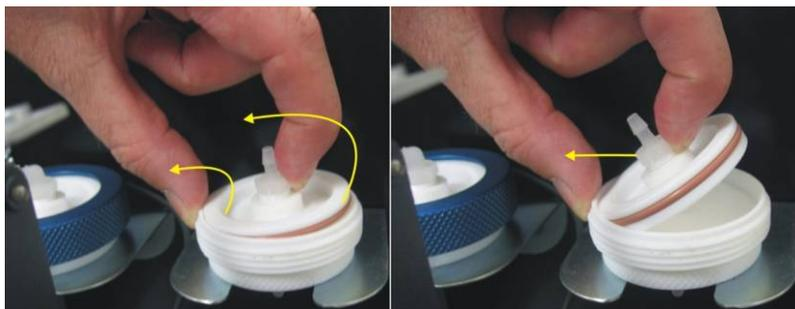

Figure 53 – Retrait du piston
3. Sortir le piston du filtre du boîtier, poser un doigt que le connecteur du tube et tirer le vers le côté (voir Figure 53).